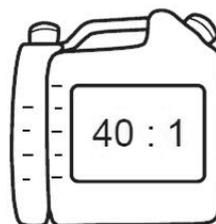

Fig. 12a
- Mélanger de l'essence sans plomb de qualité ordinaire et une huile minérale pour moteurs 2 temps à la bouteille de mélange de carburant/huile (7).
- Le rapport de mélange essence-huile recommandé est 40:1. Les compartiments respectifs doivent être remplis d'essence et d'huile selon l'échelle indiquée sur la bouteille. Par exemple, remplir avec de l'essence au niveau « 5 » de l'échelle, puis remplir ensuite d'huile à moteur 2 temps jusqu'au niveau « 5 ». Cela indique un ratio correct de 40:1. (voir Fig. 12a).